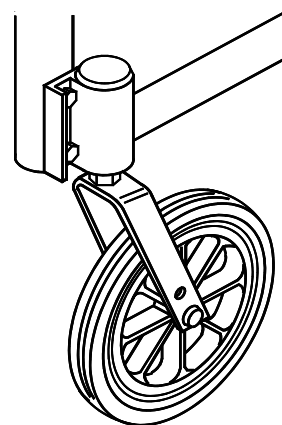

Fig. 44
Le support de fourche est généralement monté dans une position face vers l'avant (1). Mais si un dégagement supplémentaire pour le repose-pieds est nécessaire, le support de fourche peut être inversé (2). Ce qui permettra de positionner le support de fourche vers l'arrière pour laisser plus de dégagement. Pour inverser le support de fourche, la plaque gauche doit être montée sur le côté droit du cadre et la plaque droite doit être montée sur le côté gauche du cadre (Fig. 44).